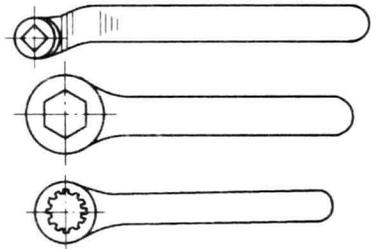

图 1-17 梅花扳手
d. 梅花扳手。如图 1-17 所示，梅花扳手有正方形、六角形、十二角形等几种。梅花扳手应用较广泛，因为它最少只要转过 30° 就可调换方向再扳，所以能在扳动范围狭窄的地方使用。梅花扳手受力面积大，因此扳动效果比较好。